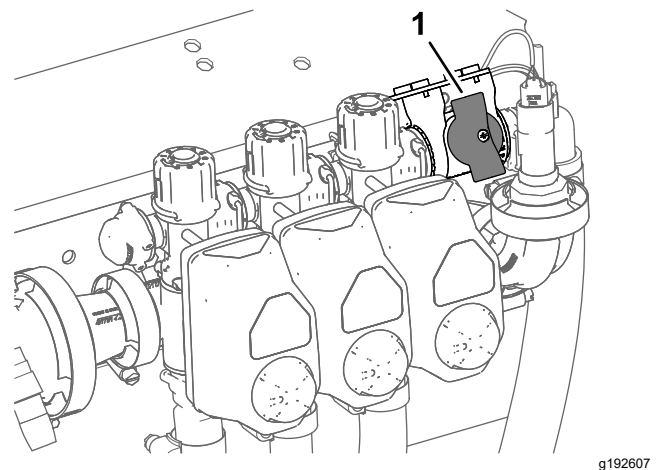

Figura 45
4. Para máquinas que se utilizan en el Modo de caudal de aplicación, asegúrese de que el mando de la válvula de cierre del circuito de desvío está en la posición de cerrado (Figura 45).
5. Para máquinas que se utilizan en el Modo de caudal de aplicación, asegúrese de que la válvula de cierre del circuito de desvío está cerrada (Figura 45).